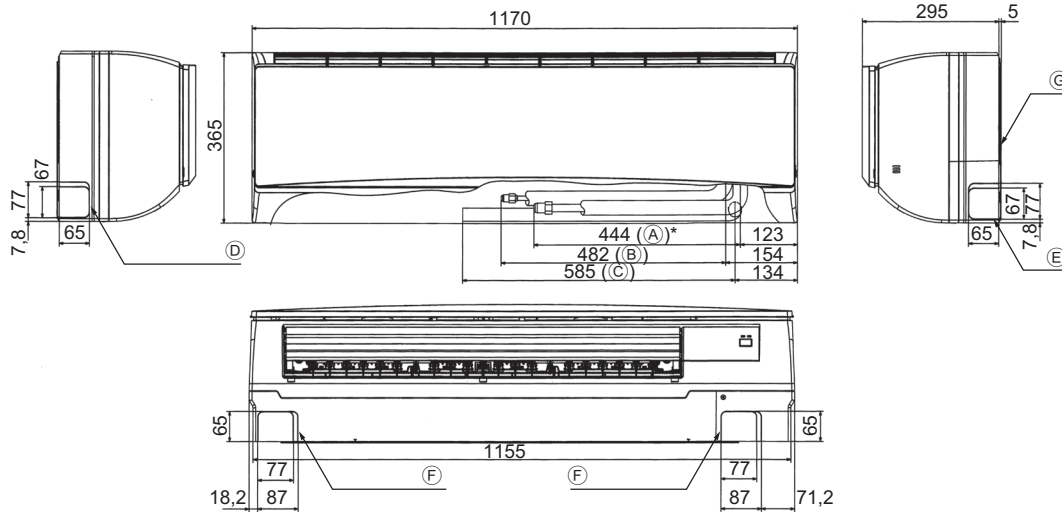

Fig. 4-3
4.4. Розташування труби холодоагенту та дренажної труби (Fig. 4-3)